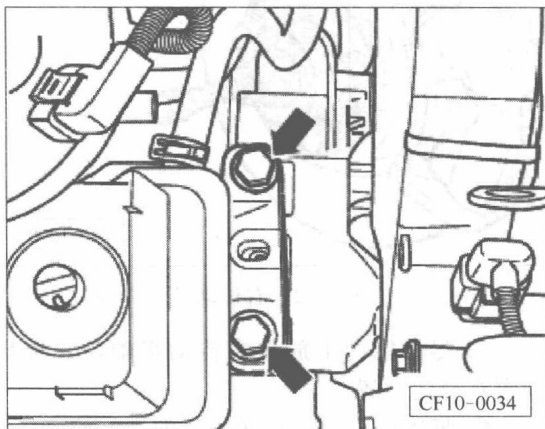

图 2-10 略微松动发动机总成支承螺栓
⑥ 将换挡拉线从变速箱上拆下来。
⑦ 仅将发动机总成支承螺栓（箭头）略微松动（少于 1 圈），见图 2-10。
⑪ 将发动机侧总成支承从上面的发动机支架上拧下（箭头），参考图 2-10。